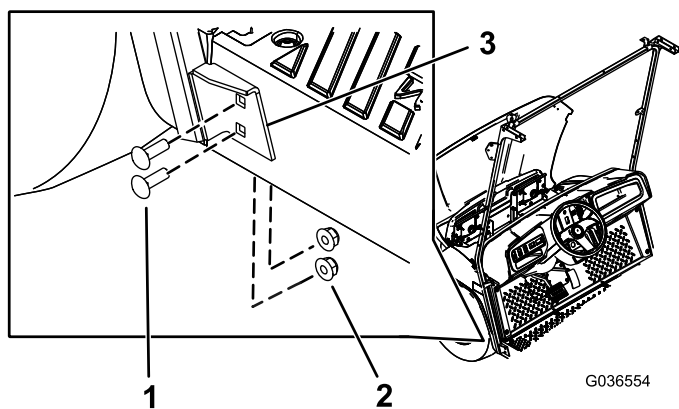

Figura 6
5. Prenda o suporte inferior do suporte do limpa pára-brisas ao lado esquerdo da máquina utilizando 4 parafusos da carroçaria ($\frac{5}{16} \times 1$ ") e 4 porcas flangeadas ($\frac{5}{16}$ ") nos furos que realizou no passo 2 (Figura 6).